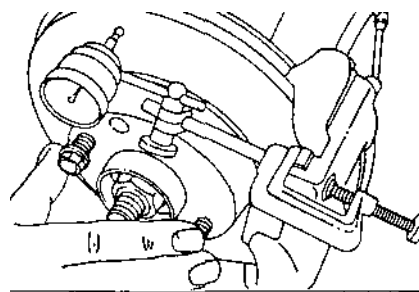

Рис. 7.28.
- закрепить стрелочный индикатор на суппорте тормозного механизма (рис. 7.28);